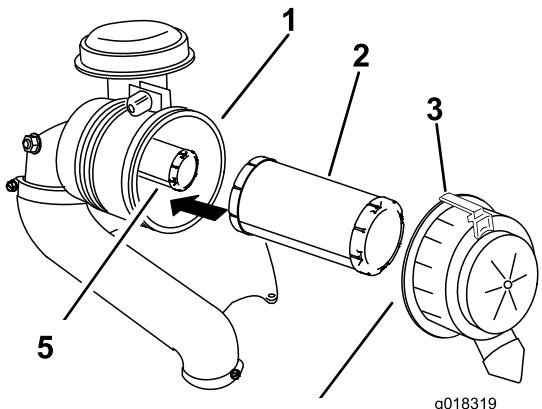

Bild 44
2. Ziehen Sie den Riegel nach außen und drehen Sie die Luftfilterabdeckung nach links (Bild 44).
3. Entfernen Sie die Luftfilterabdeckung vom Luftfiltergehäuse (Bild 44).
5. Schieben Sie den Hauptfilter vorsichtig aus dem Luftfiltergehäuse heraus (Bild 44).
2. Schieben Sie den Sicherheitsfilter vorsichtig in das Filtergehäuse (Bild 44).
3. Schieben Sie den Hauptluftfilter vorsichtig auf den Sicherheitsluftfilter (Bild 44).
5. Bringen Sie die Luftfilterabdeckung so an, dass die Seite mit UP nach oben zeigt, und rasten Sie den Riegel ein (Bild 44).